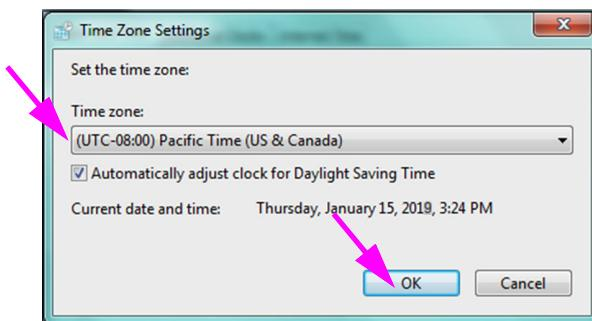

Figura 2-33. Caixa de diálogo Time Zone Settings (Definições de fuso horário)
5. Clique no botão **Change Time Zone...** (**Alterar fuso horário...**). Aparece a caixa de diálogo Time Zone Settings (Definições de fuso horário). Consulte a figura 2-33.